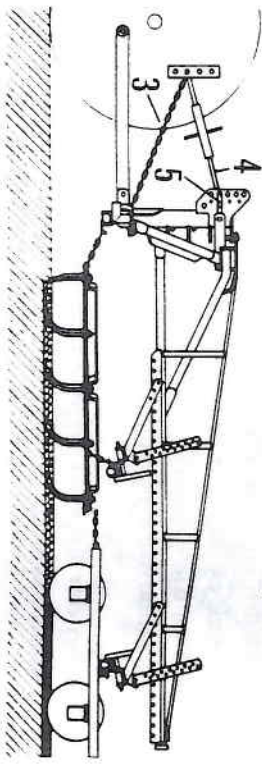

Abb. 70 Geringe Belastung der Krümler durch den Einsatz der Tiefgang-Begrenzungskette (3) – zwei Ketten (4) im Langschlitzloch (5).
2. Geringe Belastung durch Veränderung Tiefgang-Begrenzungskette und Oberlenker im Langschlitzloch (Abb. 70).